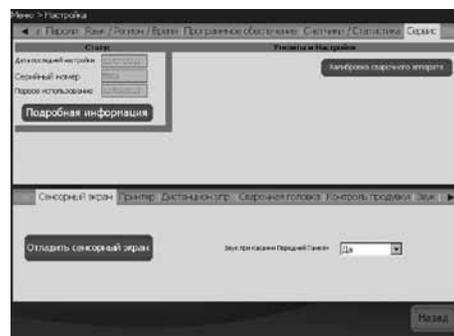

Рис. 3 — вкладка «Сервис»
5. Выберите вкладку **Сервис** и нажмите **Калибровка сварочного аппарата**. На экране появится диалоговое окно для ввода информации. Она используется в дополнительном сертификате, предлагаемом по завершении процесса калибровки. Вводить эту информацию перед калибровкой обязательно. Рис. 3